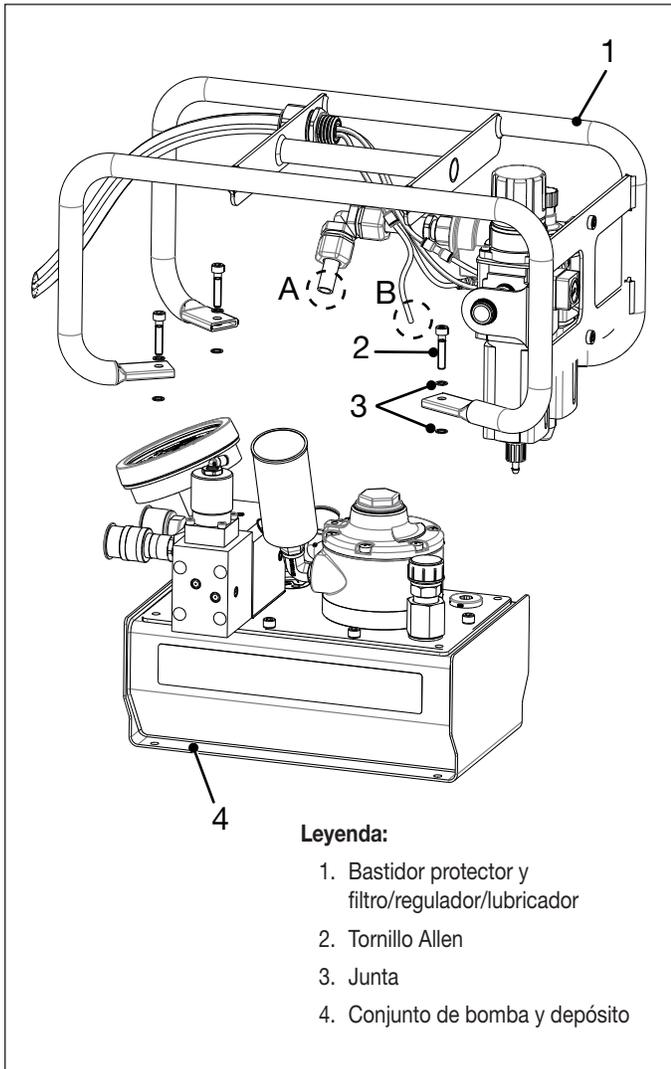

Figura 13: Inspección y limpieza del depósito (Vista 1 de 2)
4. Quite los cuatro tornillos y arandelas. Levante cuidadosamente el bastidor protector y el filtro/regulador/lubricador de aire del depósito hidráulico como un conjunto. Véase Figura 13.